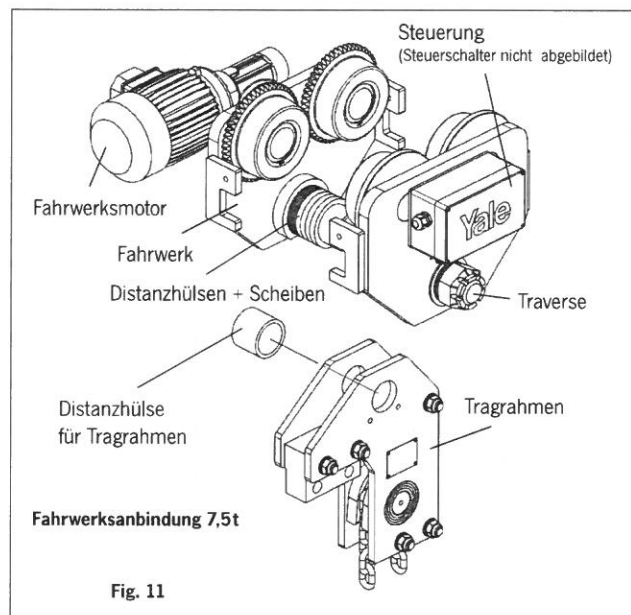

Fig. 11
### Montage des Fahrwerks 7,5 - 10 t (vgl. Fig. 11 und Fig. 12)
**Achtung:** Bei der Montage der Traverse auf das Vorhandensein der Distanzhülse für den Tragrahmen achten (Fig. 11 und Fig. 12).